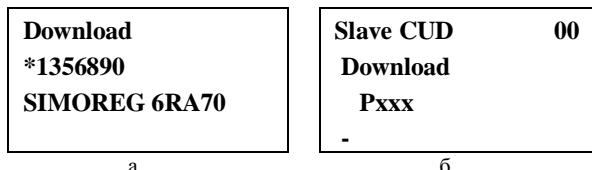

Рис.21. Отображение процесса «Загрузка»
■ **Загрузка** – данная операция позволяет загрузить в выбранный ведомый необходимый набор параметров из записанных в памяти панели OP1S наборов параметров. После активации пункта **загрузка** нажатием кнопки <P> на дисплее появляются название выполняемой операции, код набора параметров (в нашем примере 1356890) и тип ведомого (рис.21,а). Кнопками ▲ и ▼ необходимо выбрать необходимый код набора параметров, записанных в памяти панели OP1S, и нажать кнопку <P>. Затем начинается загрузка параметров из памяти панели OP1S в ведомый и на дисплее отображается загружаемый параметр (рис.21,б).